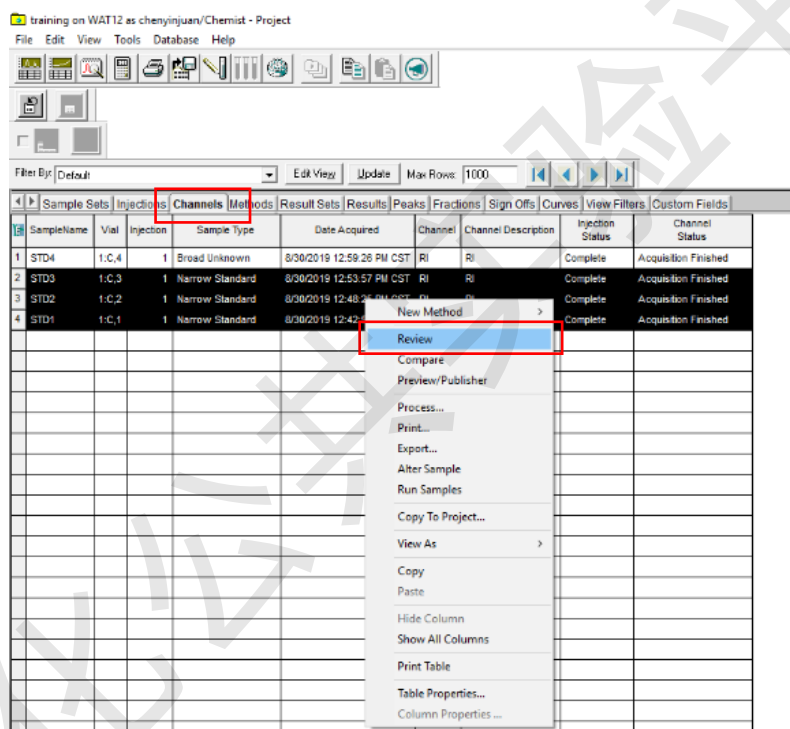

图7-30
Step 1: 在数据查看主页面-Channels 列，选中标准样品行，右键-Review，弹出Review界面（图7-30）。